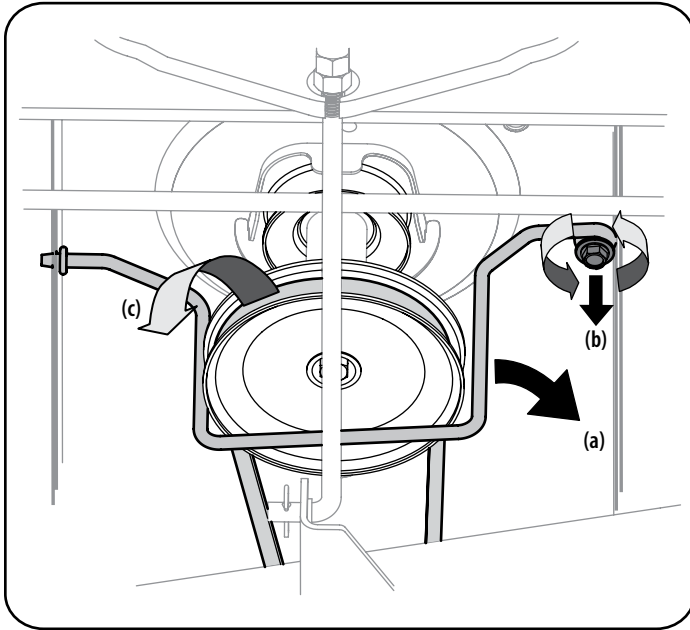

Figura 25
- Extraiga el pasador de chaveta curvo (a) que sujeta la varilla estabilizadora (b) a la plataforma. Deslice la varilla de elevación de la plataforma lejos de la soldadura de montaje de la plataforma como se ve en la Figura 25.